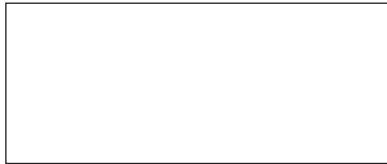

Рис. 12. Схема измерения внутреннего сопротивления  $R_i$
1. Результаты измерения внутреннего сопротивления прибора с поворотной рамкой (рис. 12).